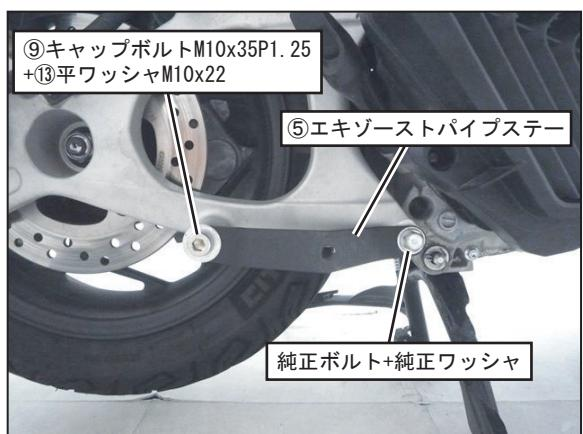

FIG. 3
4. ⑤エキゾーストパイプステーを、手順3で外した純正ボルトと純正ワッシャ、⑨キャップボルトM10×35P1.25と⑬平ワッシャM10×22を使用して取り付けて下さい。 (FIG. 3参照)